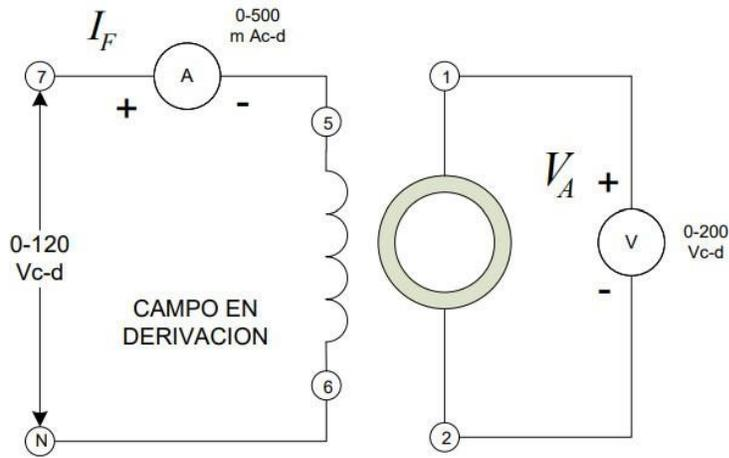

FIGURA 2
3.- Conecte el circuito que aparece en la figura 2 con los módulos del motor/generador y de medición de CD.